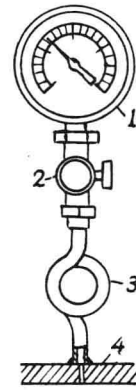

图1-10 回转冷凝管
(3) 在测量高温介质压力时，应注意是否超过各种仪表规定的最高温度，如超过时，应加装一回转冷凝管，如图1-10所示。